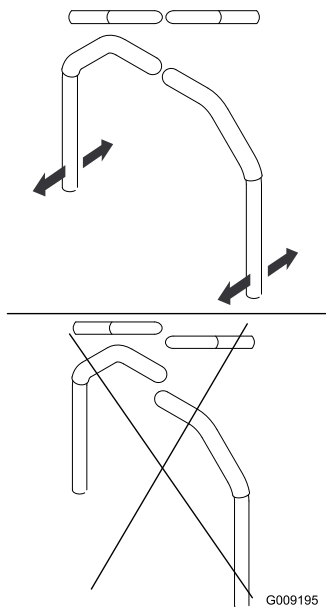

Figura 66
4. Alinee las palancas en el sentido adelante/atrás acercándolas a la posición de PUNTO MUERTO, y moviéndolas hasta que estén alineadas; luego apriete los pernos (Figura 66).